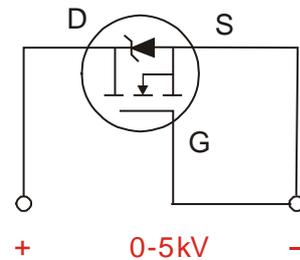
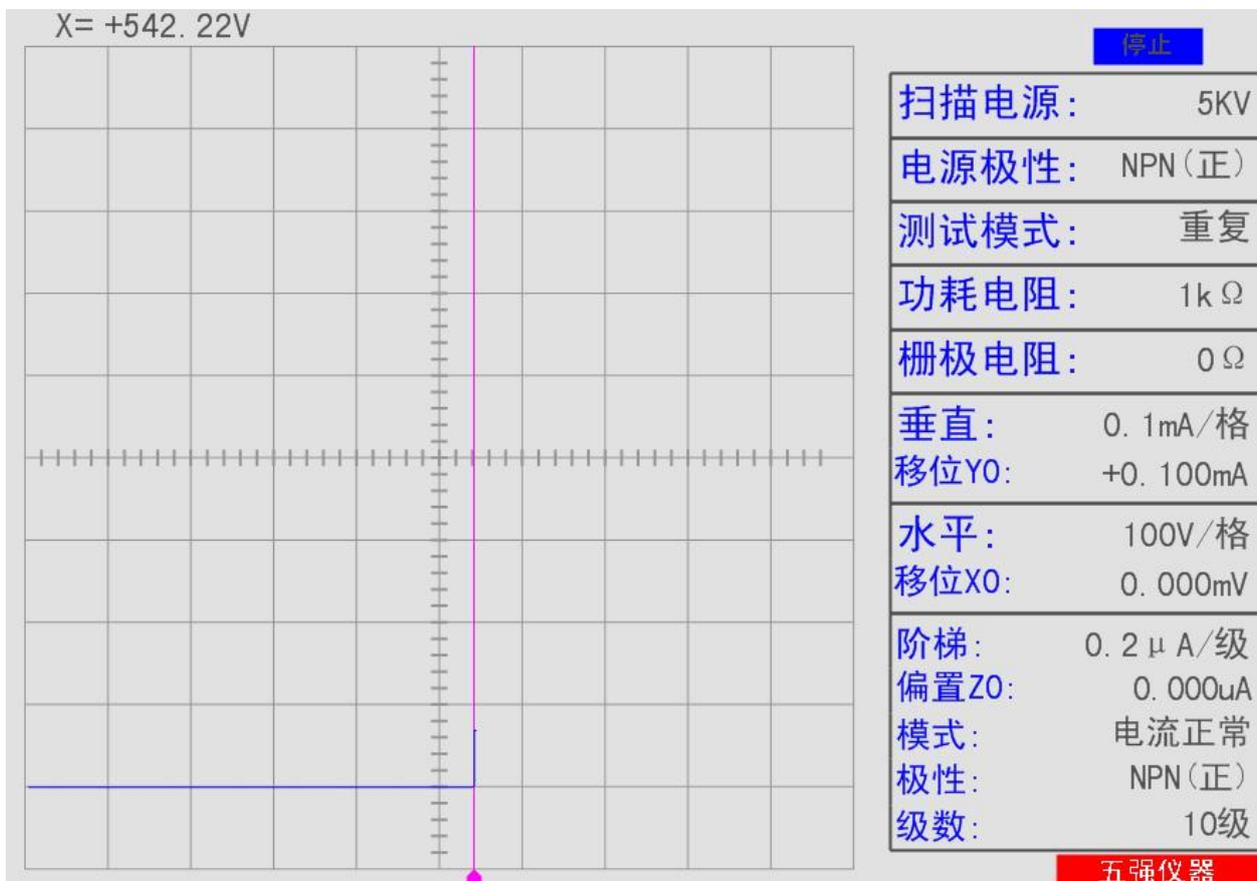

图 38
图 39: IRFP460 击穿电压值测试
6.12 N 沟道 VMOS 管 IRFP460 击穿电压 VDSS 值测试, 连接见图 38, 特性曲线见图 39, (“设置” — “数字滤波设置” — “IR 滤波设置” — 开)